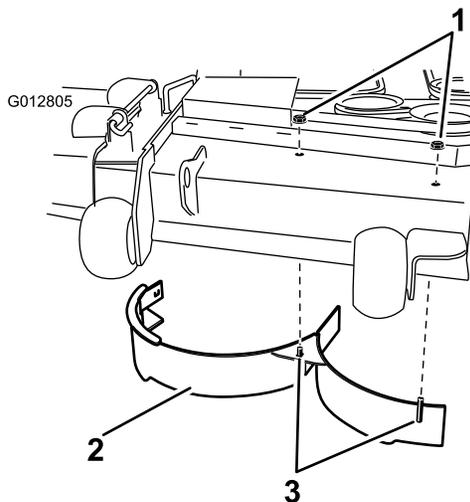

Рисунок 2
1. Установите правый дефлектор с помощью 2 гаек (5/16 дюйма), как показано на Рисунок 2. Затяните крепежные детали от руки.